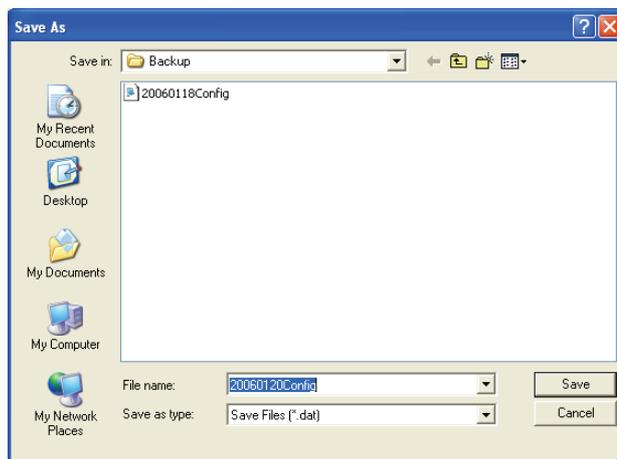

figure 8.19: Fenêtre « Save schedule as »
- Si vous cliquez sur Yes, une fenêtre standard Enregistrer sous de Windows s'affiche (voir figure 8.19). Sélectionnez l'endroit où vous voulez enregistrer le fichier de configuration puis cliquez sur Enregistrer.